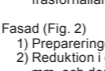

Fig. 1 / Ek. 1 / Kuva 1
- 1) Preparera kanten som dyb chamfer eller cirkulär skuldra. (Fig. 1)